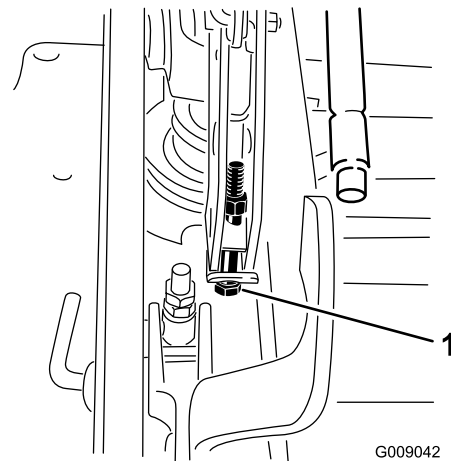

Figura 86
12. Si la carcasa está demasiado baja, apriete el perno del ajuste de un solo punto girándolo en el sentido de las agujas del reloj. Si la carcasa está demasiado alta, afloje el perno del ajuste de un solo punto girándolo en sentido antihorario (Figura 86).